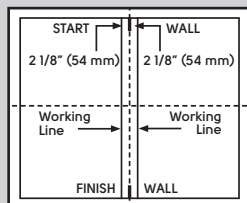

Fig. 2
2. Meet 54 mm links en rechts van de middelpuntmarkering aan beide kanten van de kamer en trek een krijtlijn (Fig. 2).